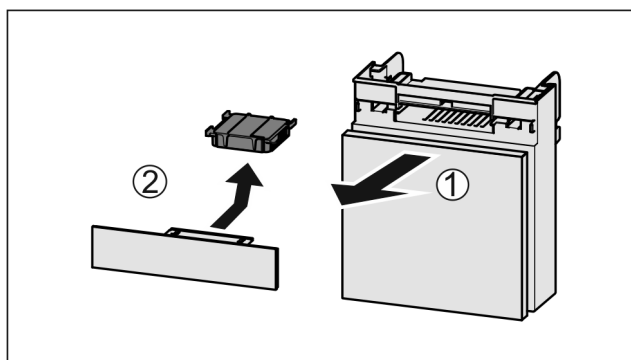

Fig. 186
- Træk rummet fremad Fig. 186 (1).
- Tag aktivkulfilteret Fig. 186 (2) ud.